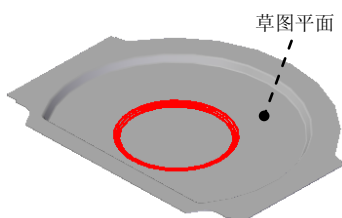
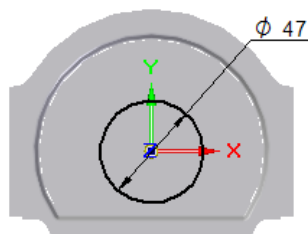

图 8.5.8 凹坑特征 2
图 8.5.9 截面草图
(3) 定义凹坑属性。在命令条中单击按钮，单击“偏置尺寸”按钮，在“距离”文本框中输入值 3，单击按钮，在“拔模角 (T)”文本框中输入值 30；在“倒圆”区域选中☒“包括倒圆 (I)”复选框，在“凸模半径”文本框中输入值 1，在“凹模半径”文本框中输入值 1；选中☒“包含凸模侧拐角半径 (A)”复选框，在“半径 (R)”文本框中输入值 1，单击“确定”按钮；定义其冲压方向向下，单击“轮廓代表凹模”按钮.
(4) 单击命令条中的“完成”按钮，完成特征的创建。
Step4. 创建图 8.5.8 所示的凹坑特征 2。
(1) 选择命令。单击“主页”功能选项卡“钣金”工具栏中的“凹坑”按钮.
(2) 绘制凹坑截面。选取图 8.5.8 所示的模型表面为草图平面，绘制图 8.5.9 所示的凹坑截面草图。